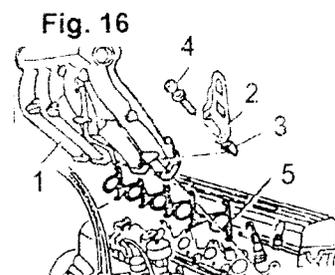

Fig. 16
Quitar el empaque (5) (Fig. 16).